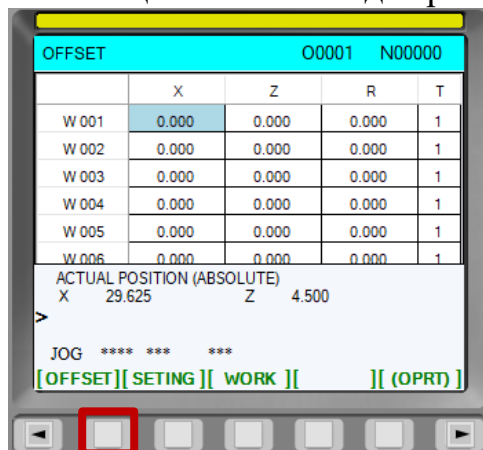

Рис.113. Кнопка «OFFSET»
5. Нажать «OFFSET» с помощью кнопок под экраном пульта (рис.113);